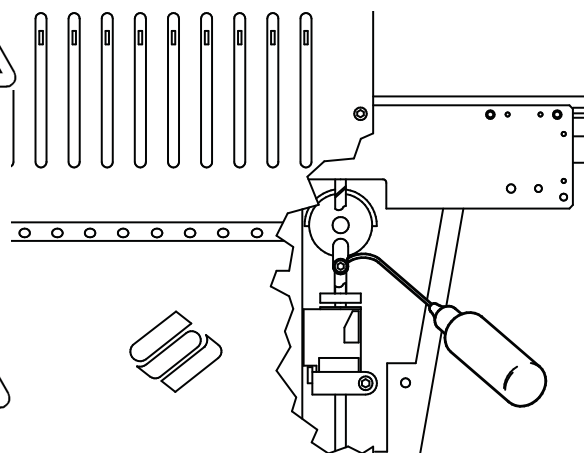

Figura 5-5
2. A Figura 5-5 mostra o furo de lubrificação dentro da máquina. Para ter acesso a esse furo, insira o lubrificador através do furo que possui a bucha vermelha na frente do painel. Use uma lanterna, se necessário.